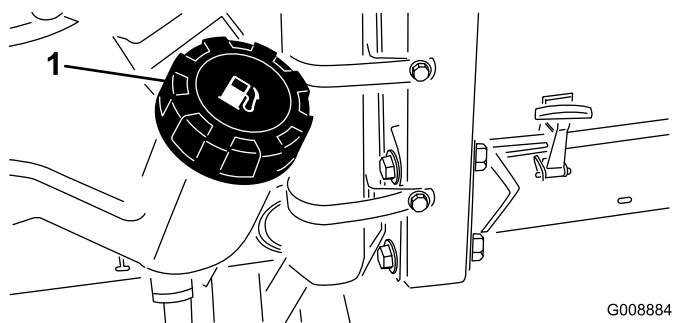

図 25
1. 燃料タンクのキャップ 図 25 の周囲をきれいに拭く。